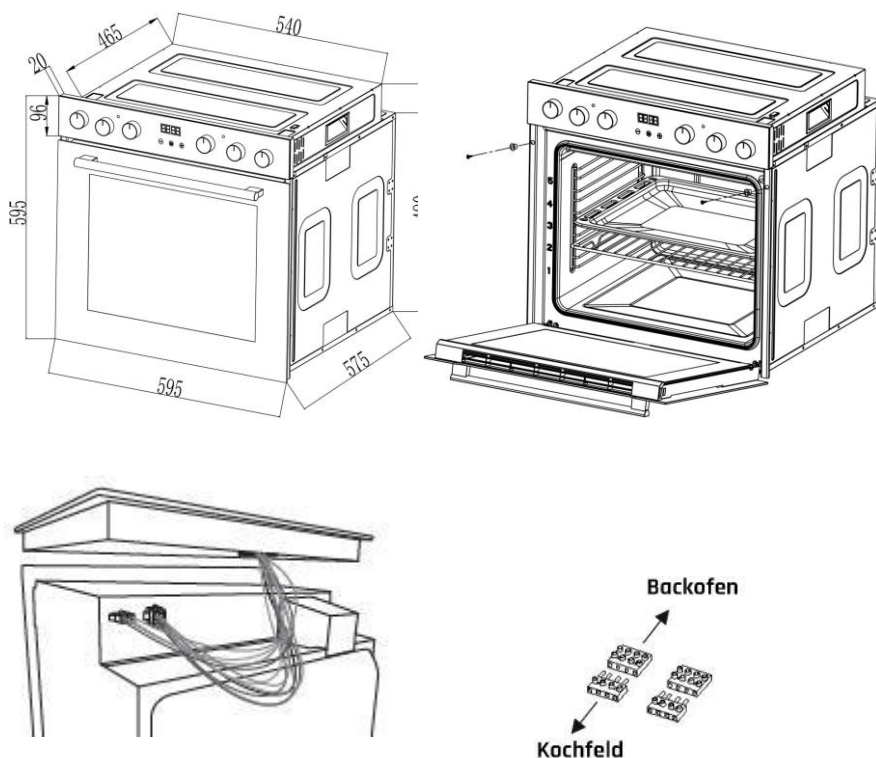

Bild 3
2. Inbyggnad av ugnen: (som framgår av bild 3)